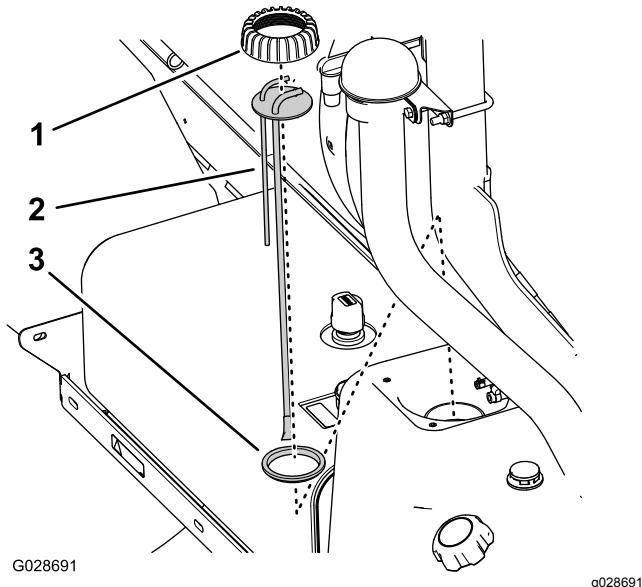

Bild 77
5. Drehen Sie den Kraftstoff-Steigrohr- bzw. Senderring nach links und nehmen Sie den Ring ab (Bild 77).
6. Heben Sie das Kraftstoff-Steigrohr bzw. den Sender aus dem Kraftstofftank heraus (Bild 77).
1. Setzen Sie den Steigrohring auf das Steigrohr und das Steigrohr auf die Dichtung (Bild 77).
2. Fluchten Sie die Kappe, das Steigrohr und die Dichtung mit dem Tank aus und setzen Sie das neue Steigrohr vorsichtig in den Kraftstofftank ein (Bild 77).
3. Schrauben Sie den Deckel auf den Füllstutzen des Kraftstofftanks und ziehen Sie den Deckel mit der Hand fest (Bild 77).